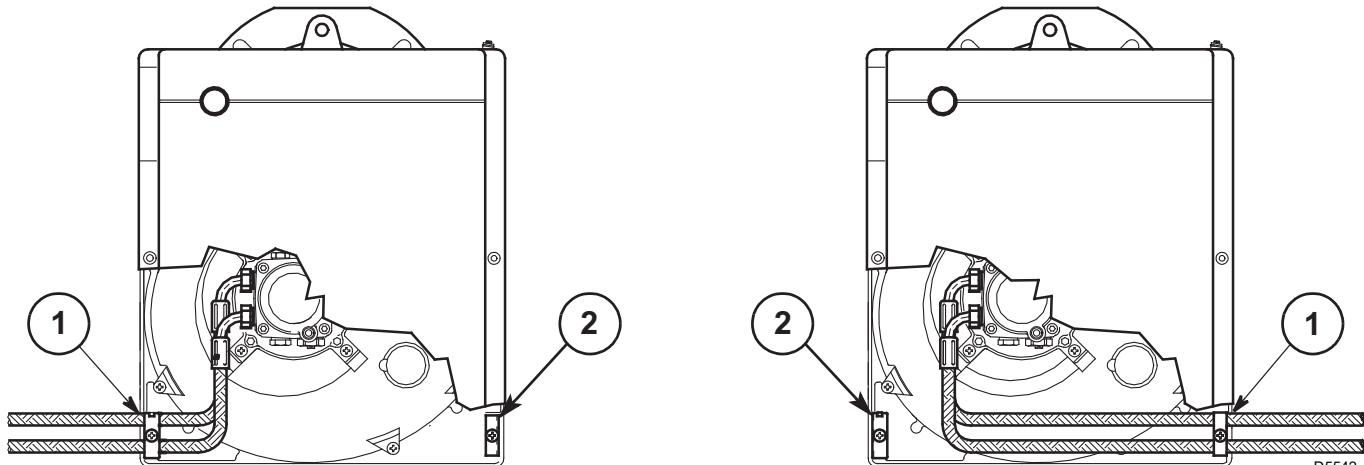

Abb. 7
Es muß jeweils die Halteschelle (1) bzw. der Verschlußwinkel (2) gewechselt werden. (vedi Abb. 7).